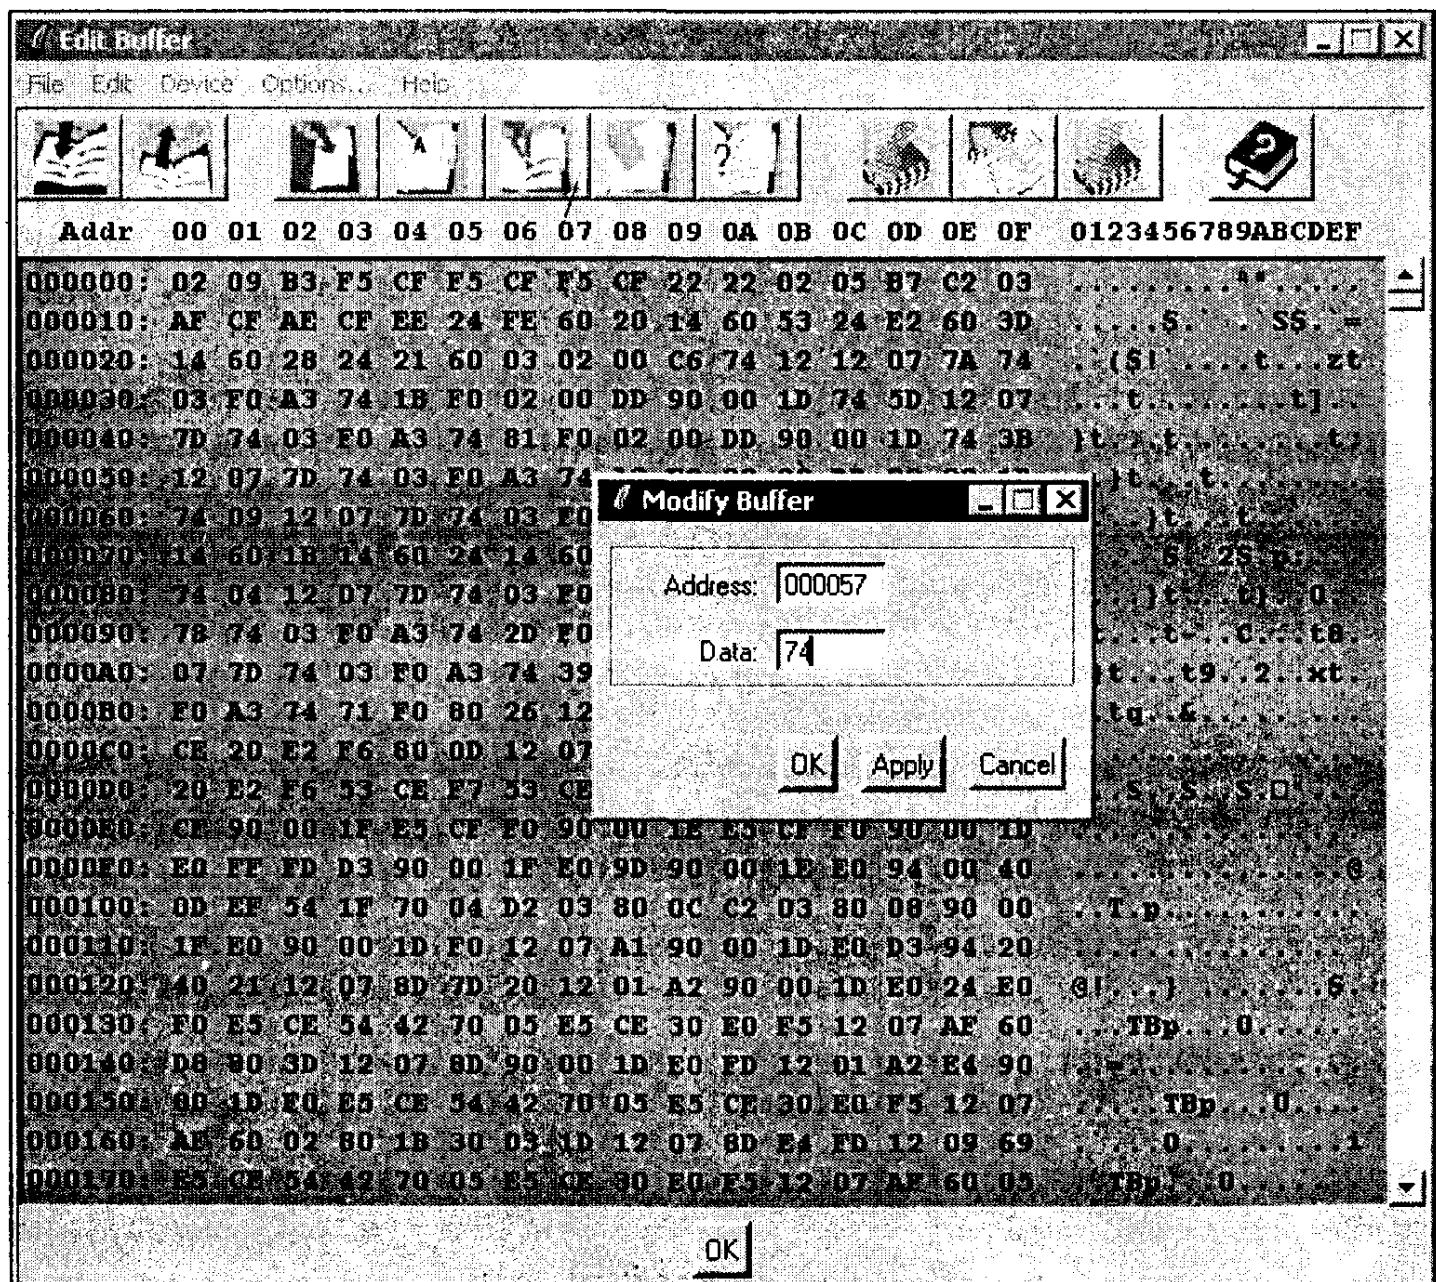

Рис. 13.7. Редактирование буферов памяти в программе FLIP
- возможность ручного редактирования буферов памяти (рис. 13.7);